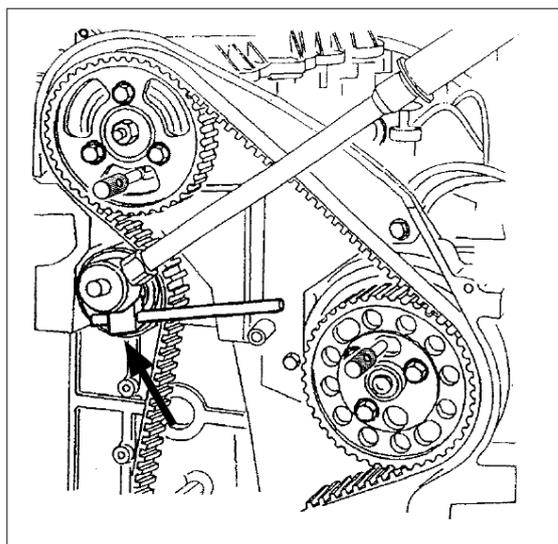

Fig. 2
- Questo strumento è necessario per fare ruotare e tenere in posizione il tenditore mentre si stringe il bullone di fissaggio (25 Nm) (Fig. 2).